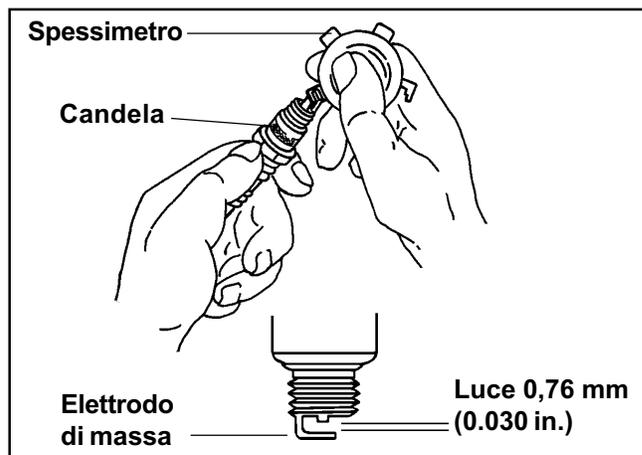

Figura 7-1. Manutenzione della candela.
3. Controllare la luce della candela con uno spessimetro. Regolare la luce piegando con cautela l'elettrodo di massa. Impostare la luce su **0,76 mm (0.030 in.)**. Vedere Figura 7-1.